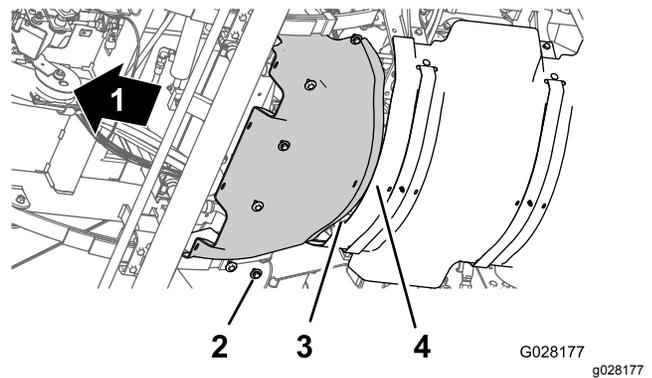

Figure 42
2. Alignez les trous de l'écran pare-chaueur avant et les trous filetés du châssis (Figure 42).
3. Montez l'écran pare-chaueur avant sur la machine au moyen des 6 boulons à tête hexagonale et des 6 rondelles (Figure 42) retirés à l'opération 4 de Dépose de l'écran pare-chaueur avant \(page 44\).
1. Alignez la bride arrière de l'écran pare-chaueur avant et la bride avant de l'écran pare-chaueur arrière (Figure 42).